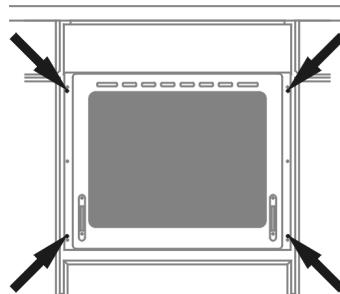

Abb. 4
- den Backofen vorsichtig in die früher vorbereitete Möbelöffnung (Schrank-öffnung) einschieben, in den auf dem Abb. 4 gekennzeichneten Stellen mit 4 Blechschrauben gegen Vorschieben sichern.